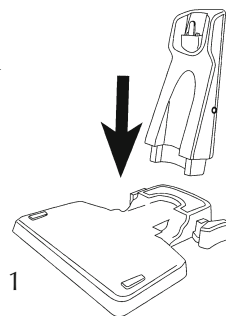

Fig. 1
1. Collegare l'elemento di ricarica alla relativa base (Fig. 1).